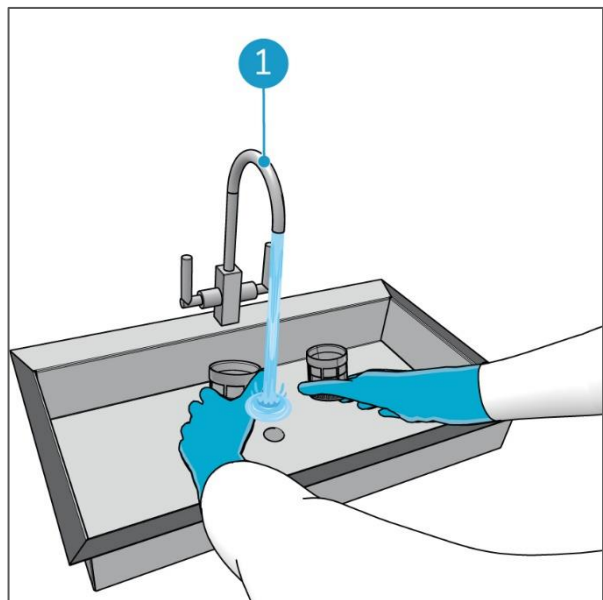

Figura 68
5. Limpia el filtro de agua de adentro hacia afuera con agua del grifo. Limpia la cubierta con agua del grifo. Limpia los dos componentes en un fregadero (Figura 68, pos. 1).